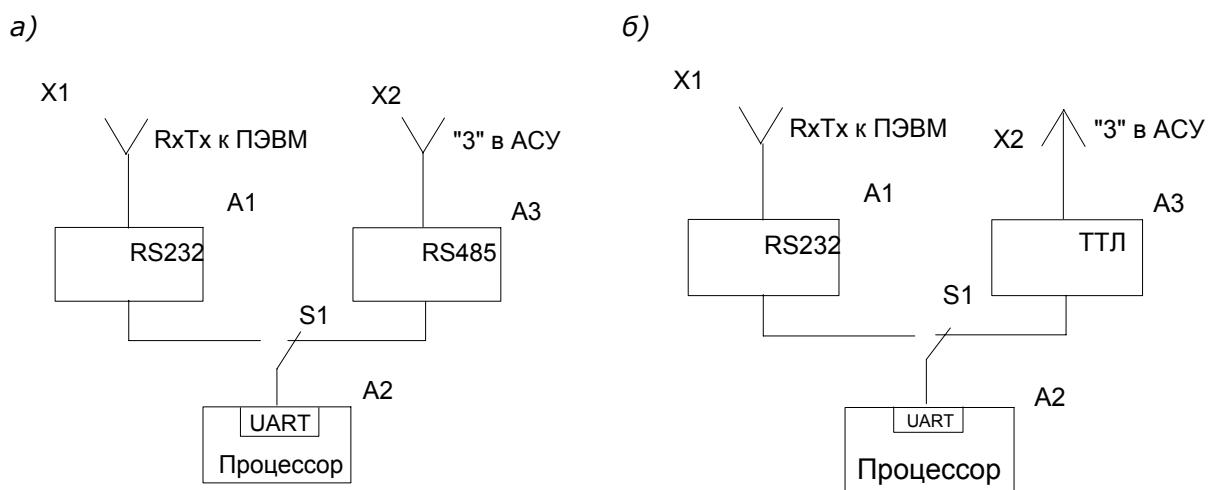
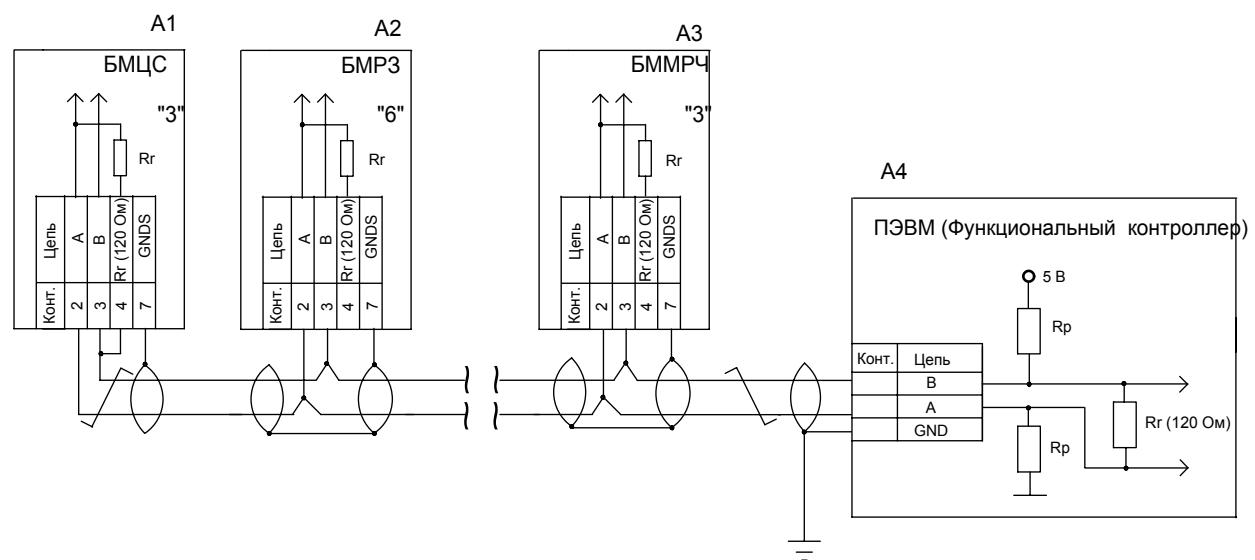
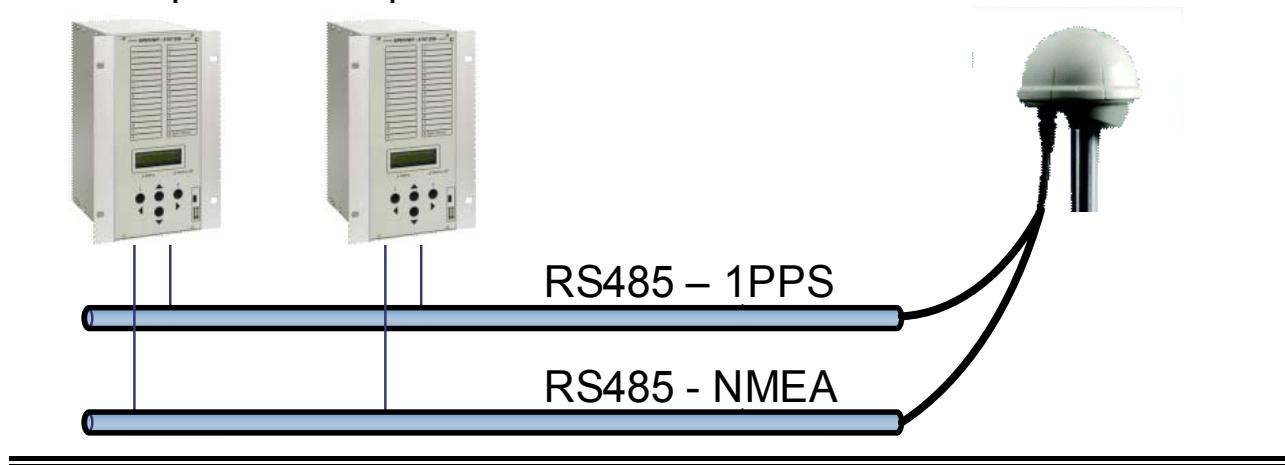

Рис. 88 Организация каналов связи с АСУ и ПЭВМ
Рис. 91 Пример сети на витой экранированной паре проводов
Рис. 93 Подключение устройства синхронизации времени
Например, в цифровых устройствах НТЦ «Механотроника», предусмотрены два соединителя – *RxTx*, расположенный на лицевой панели (см. рис. 6) для подключения ПЭВМ по физическому интерфейсу RS232², и «3», расположенный на панели модуля центрального процессора МЦП (см. рис. 54) для подключения к АСУ по физическому интерфейсу RS485 (рис. 88).
Наличие этой перемычки даёт информацию для переключения ключа *S1* (см. рис. 88) в положение, обеспечивающее передачу информации от порта *UART* центрального процессора на соединитель *RxTx*.
- гальванически изолированный RS-485 для передачи информации по витой экранированной паре проводов (см. рис. 88, а). Заземление экрана следует производить только со стороны ПЭВМ или функционального контроллера (см. рис. 91). Со стороны устройства экран необходимо подключить к выводу GNDS³;
- интерфейс с уровнями ТТЛ для подключения внешнего электроннооптических преобразователя (на рис. 88, б не показан) для передачи информации по волоконно-оптическим кабелям;
ПЭВМ (функциональный контроллер) обычно не имеют порта RS-485 и подключаются к сети через конвертеры RS-232/RS-485, USB/ RS-485 и др.. В устройствах, расположенных на концах сети (см. устройства A1 и A4 на рис. 91), необходимо подключить согласующие резисторы Rr.
мычку между контактами 3 и 4 в ответной части соединителя "3" (см. рис. 91).
микросхема приемника, что позволило подключить к одному соединителю два канала связи от устройства синхронизации времени GPS типа Acutime 2000 (рис. 93).
При том, что в блоке можно выбрать значение адреса 99, но в реальности в сети может быть установлено не более 31 (см. рис. 91) или 98 (см. рис. 93) устройств. Следует также иметь в виду, что если программа предусматривает выбор адреса из списка, то задать можно только тот адрес, который есть в списке.